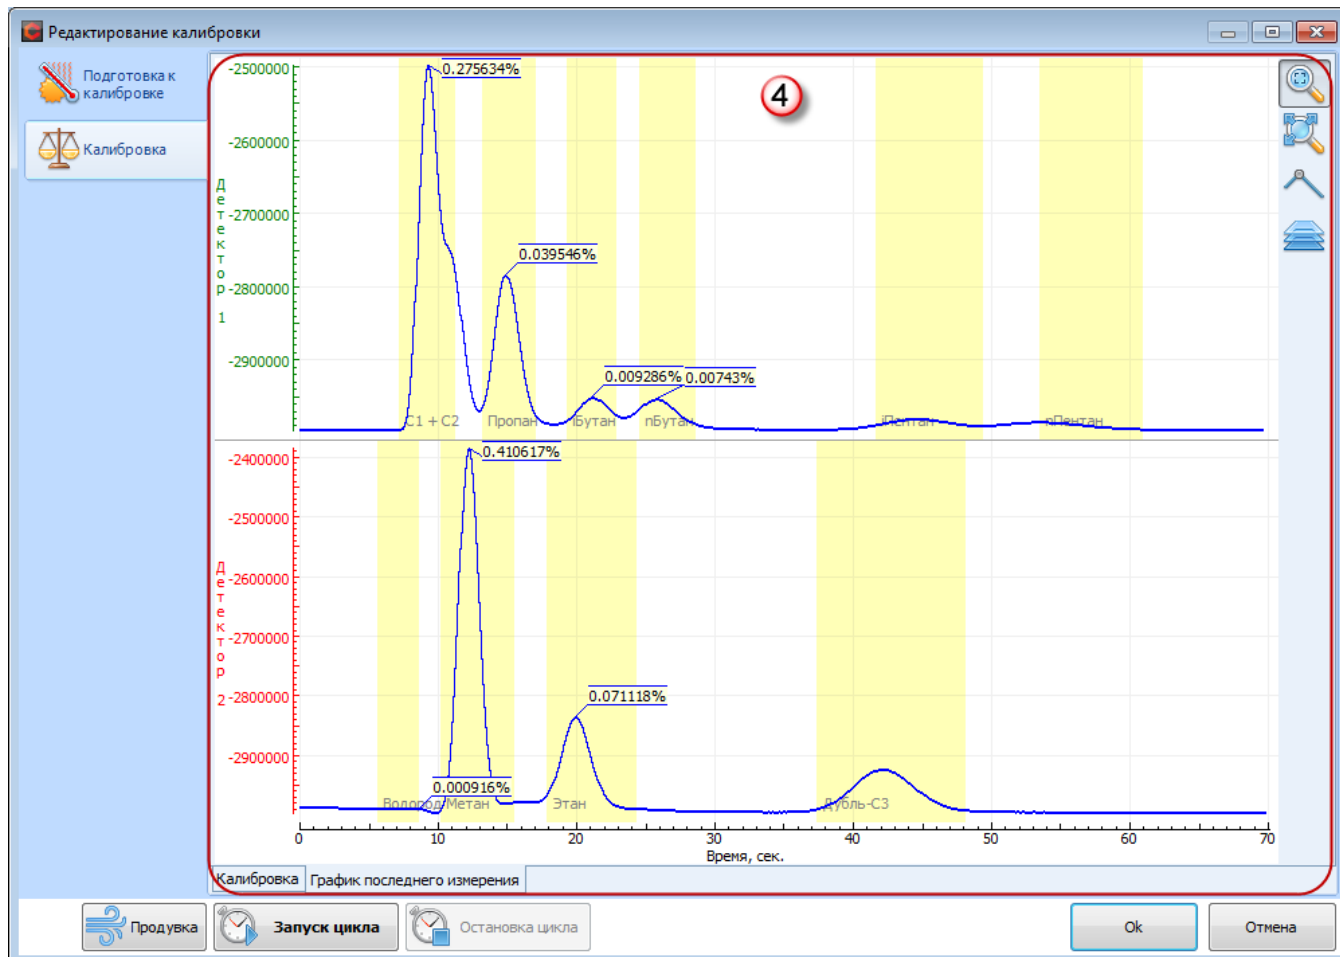

Рис. 24
4) В области **4** отображается график последнего измерения (рис. 24).